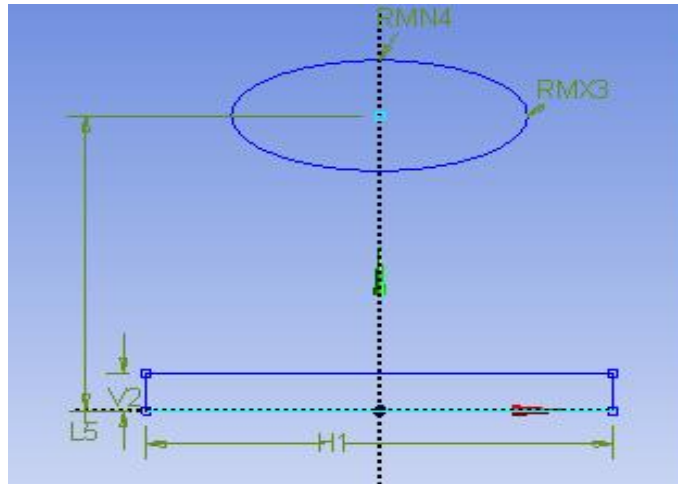

Рис. 4.
*Main Menu* → *Treeoutline* → *Sketching* → *Draw* → *Rectangle* (рис.4).